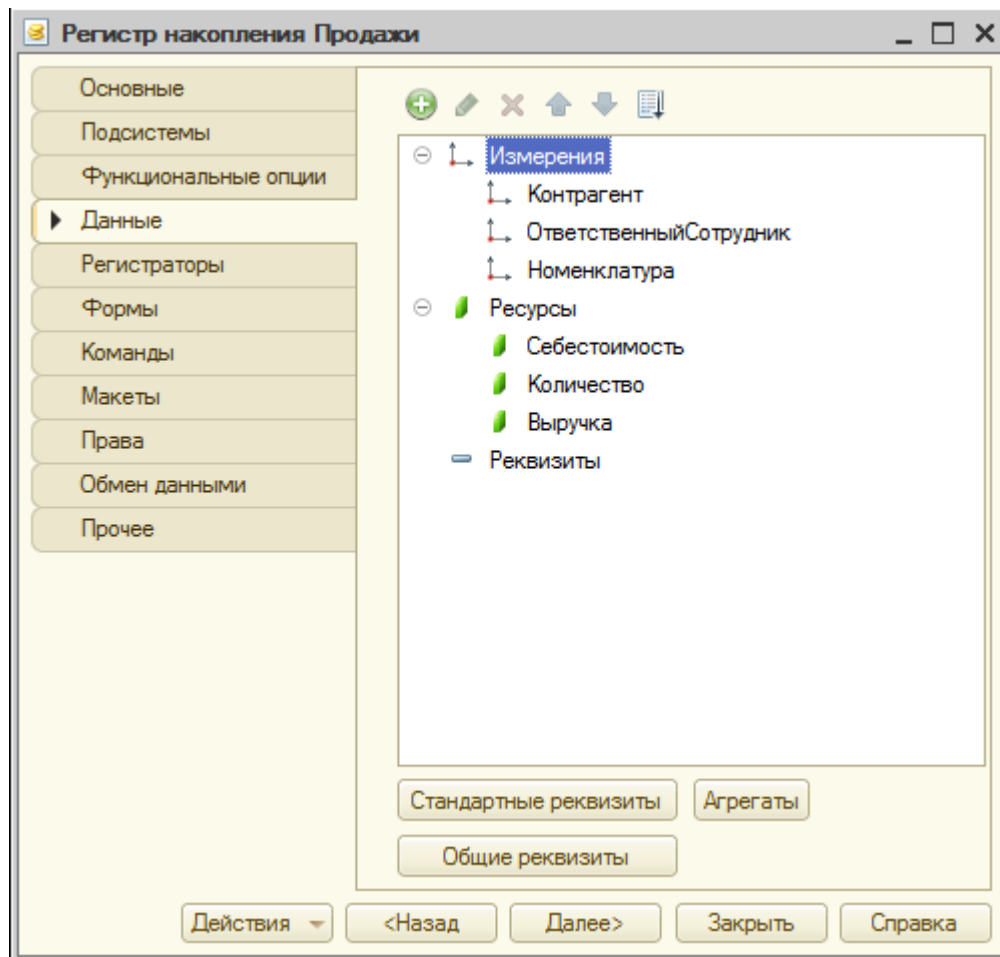

Рисунок 17.7- Настройка данных регистра накопления
12. В состав данных регистра, Рисунок 17.7., внесем следующие: